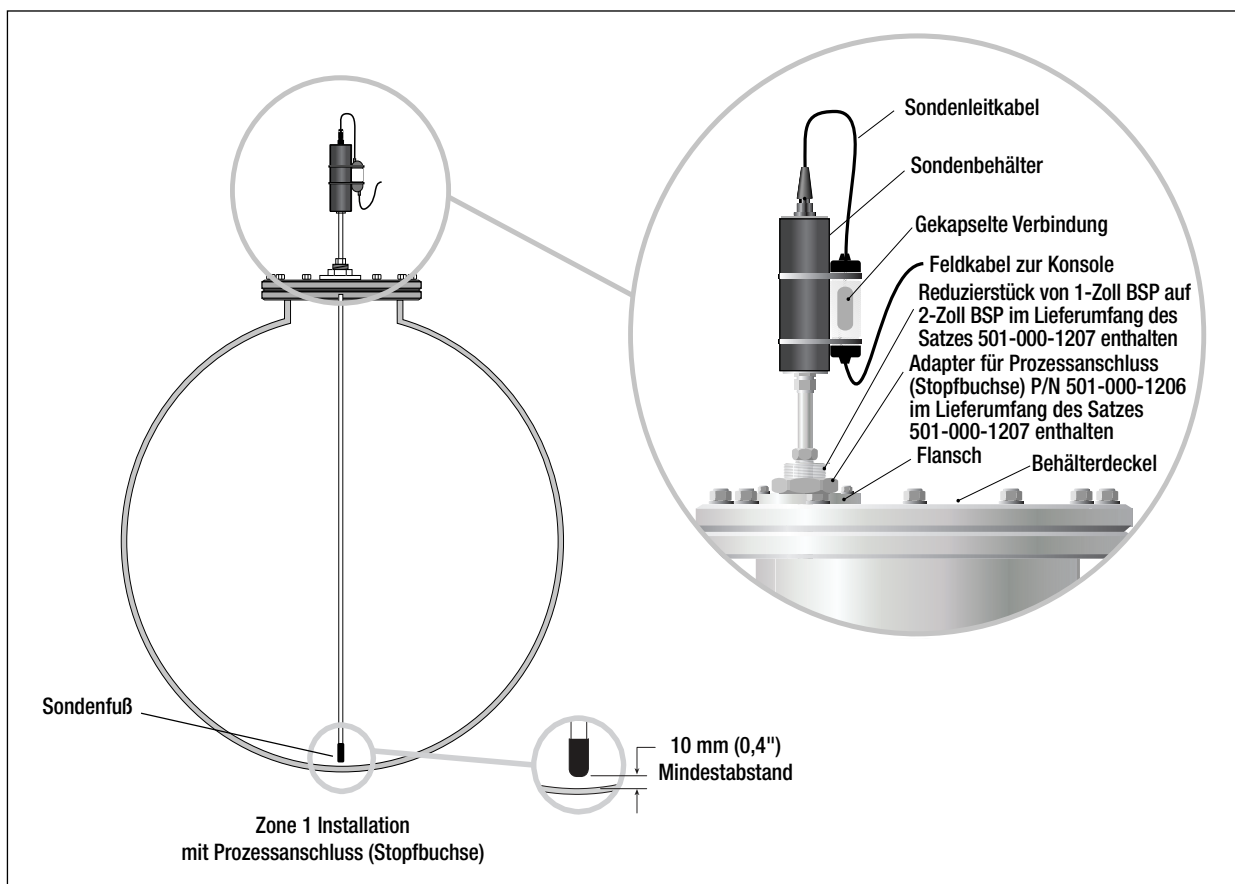

Abbildung 14. Installation einer Mag-Sonde mit Prozessanschluss (Stopfbuchse)
Bestimmte Installationen können eine modifizierte Sondenbefestigung erfordern, die aus einem Prozessanschluss (Stopfbuchse) besteht, der direkt am Behälterdeckel montiert ist, wie in Abbildung 14 gezeigt. Es muss entweder eine spezielle Anbohrung oder ein geeigneter Flansch mit einem Gewinde G2 Zoll 11 tpi nach DIN 2999 (BS2779) vorgesehen werden.
2. In Abbildung 14 finden Sie die für diese Installation erforderlichen Werkzeuge.